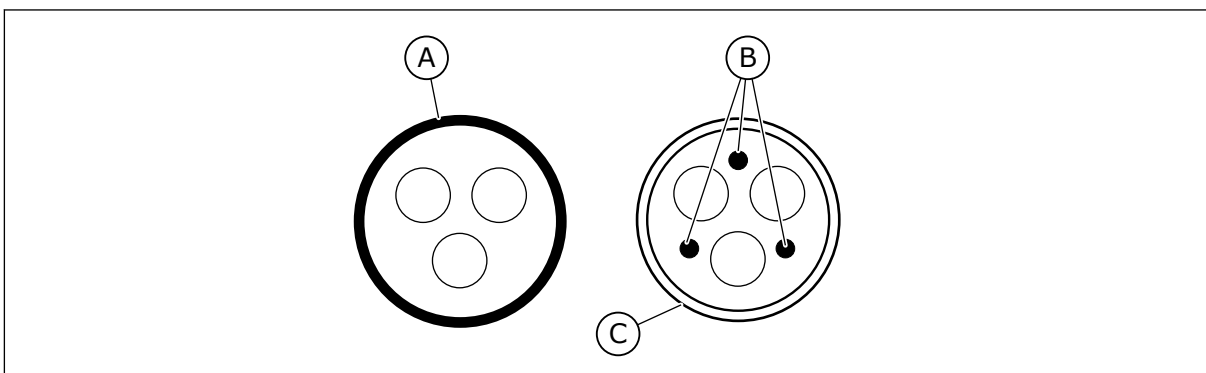

Рис. 36: Кабели с проводом защитного заземления
2. Симметричный кабель питания, снабженный концентрической защитной проволокой. Кабель для указанного напряжения сети электроснабжения. Рекомендуется использовать кабель МСМК. См. Рис. 36.
3. Симметричный кабель питания, снабженный плотным низкоомным экраном. Кабель для указанного напряжения сети электроснабжения. Рекомендуется использовать кабель МССМК или ЕМСМК. Рекомендуемое полное проходное сопротивление кабеля (в диапазоне 1–30 МГц): не более 100 мОм/м. См. Рис. 36. * = для обеспечения уровня электромагнитных помех С2 требуется круговое (360°) заземление экрана с помощью кабельных вводов со стороны двигателя.